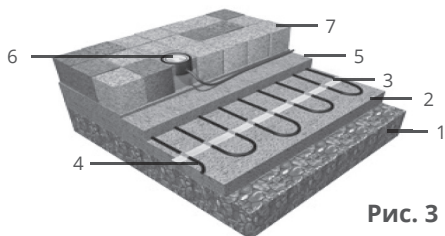

Рис. 3
- Укладывая нагревательный кабель под бетонную плитку очень важно не повредить кабель. Уложенный кабель засыпьте каменной пылью или песком (2-3 см) и после этого укладывайте плитку (**Рис.3**).
Датчик влаги и температуры ETOG-55 монтируется на поверхности покрытия (**Рис. 3**).